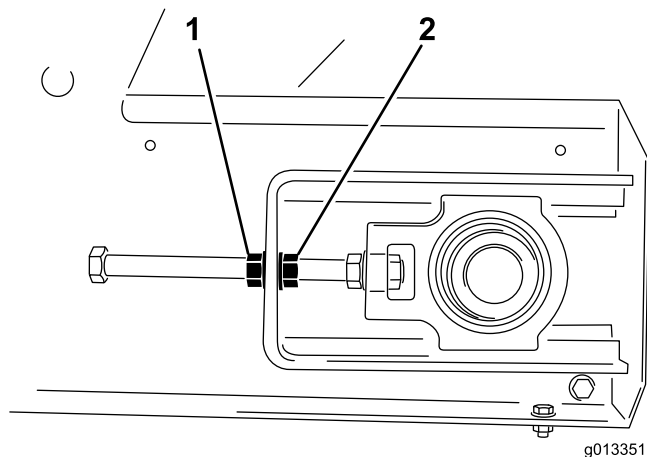

Figura 49
4. Con due chiavi mantenete ferma l'estremità dell'asta di tensione, poi allentate il dado di bloccaggio, ovvero il dado più vicino all'estremità dell'asta (Figura 49).
3. Sul lato verso cui è spostato il nastro, mantenete ferma l'estremità dell'asta di tensione, poi allentate il dado di bloccaggio e serrate il dado di regolazione spostandolo di due facce (Figura 49).